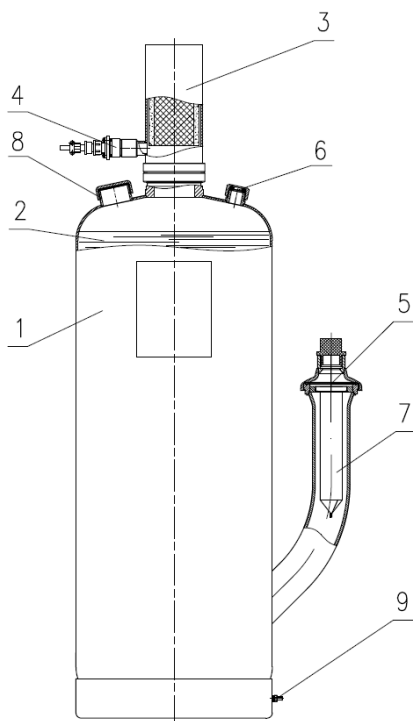

Рис.2. Устройство модуля «Буран 50ТРВ».
4.1. Модуль после сборки (рис. 2) представляет собой герметичную конструкцию, состоящую из стального корпуса 1, заполненного огнетушащим веществом 2, газогенератора 3, устройства пуска 4, разрывной мембраны 5, предохранительной мембраны 6. В направляющей горловине модуля установлен сетчатый фильтр 7. На верхней части корпуса имеется заливная горловина 8, на нижней – узел заземления 9.
В период эксплуатации модуля доливка ОТВ в модуль выполняется через заливную горловину (Рис.2). Для этого необходимо Открутить крышку заливной горловины, снять паронитовую прокладку, долить ОТВ через воронку, проконтролировать уровень ОТВ в соответствии с п. 7.3. Уложить паронитовую прокладку на заливную горловину, закрутить крышку. Опломбировать соединение «крышка-корпус модуля»